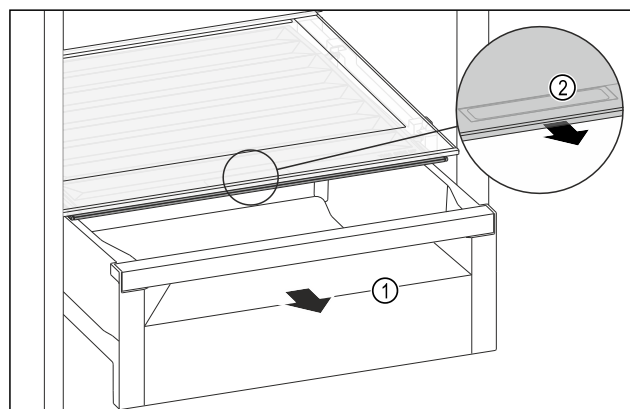

Fig. 193
- Izvlecite predal Fig. 193 (1).
- Primite prijemalno vdolbino Fig. 193 (2) na pokrovu predala in predal istočasno povlecite naprej.